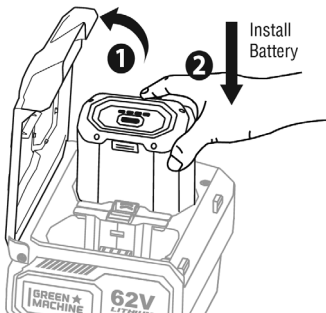

Рис. 9
1. Поднимите крышку аккумулятора (1, рис. 9).
3. Совместите ребра аккумуляторной батареи с отверстиями для монтажа в аккумуляторном порту. Вставьте аккумуляторную батарею в аккумуляторный отсек, пока не услышите щелчок. Убедитесь, что защелка встала на место и батарея надежно закреплена (2, рис. 9).